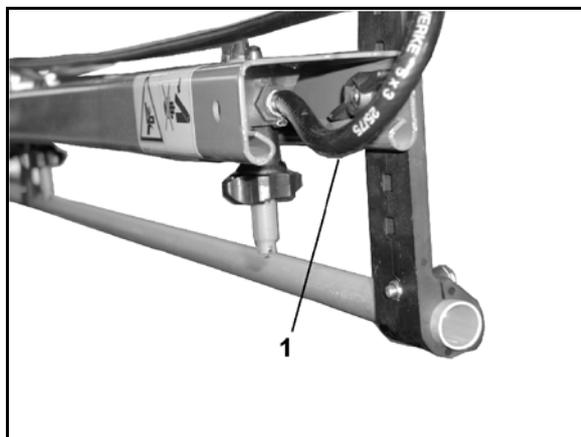

Fig. 122
- permite que el líquido circule de forma continua en el conducto de pulverización cuando está conectado. Para ello cada anchura parcial tiene asignada una manguera de conexión de lavado (Fig. 122/1);
- Una manguera de conexión de lavado (Fig. 122/1) por cada anchura parcial.